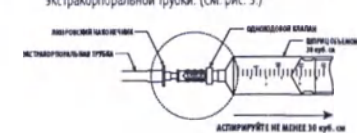

Рис. 3
13. Надежно закрепите односторонний клапан на люэровском наконечнике экстракорпоральной трубки. (См. рис. 3.)
14. Медленно аспирируйте не менее 30 куб. см при помощи шприца объемом 30 куб. см. (См. рис. 3.) Извлеките шприц, оставив односторонний клапан на месте.